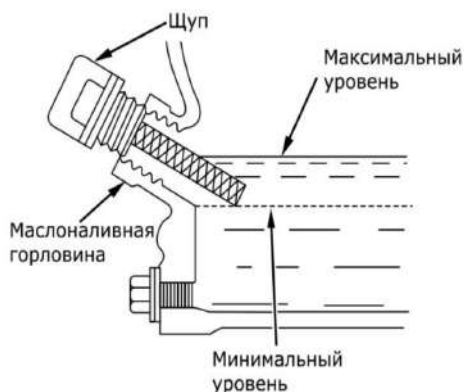

Рис.4
- отверните и извлеките масляный щуп, проверьте уровень масла, медленно долейте масло до нужного уровня по меткам на щупе или краю маслоналивной горловины (рис. 4);